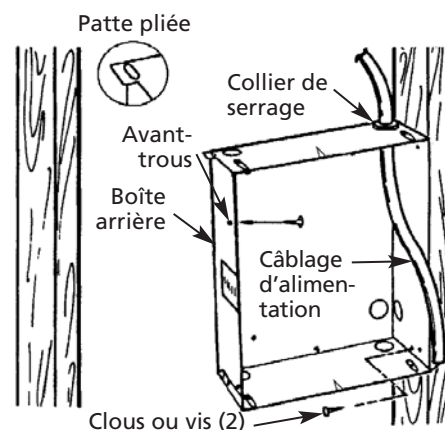

Figure 2
- Déterminer le côté de la boîte arrière à monter contre un montant et plier les pattes des coins arrière à 90 degrés pour que la boîte arrière soit à angle droit avec le montant après l'installation. (Voir la Figure 2).
- Placer la boîte arrière contre les montants et fixer solidement avec des clous ou des vis, comme il est illustré sur la Figure 2.
REMARQUE : Les avant-trous pour une vis à tôle n° 8 ont été percés dans les côtés de la boîte arrière. Après le montage du mur fini ou du plafond, passer une vis à tôle n° 8 (25 mm [1 po] de long recommandée) à travers la paroi latérale de la boîte qui n'est pas fixée sur le montant. Ceci permettra d'éviter que la boîte arrière ne ressorte lors de l'installation du radiateur. (Voir la Figure 2).